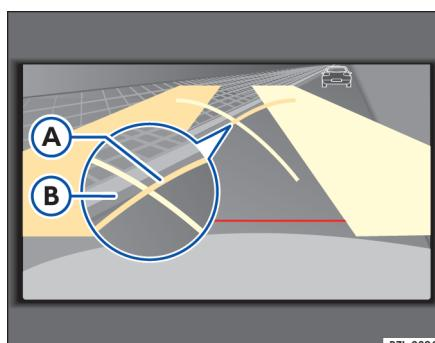

图 135 定向线①到达路边沿②- 方向盘向反方向打到底
- 向后倒车，直至黄线⇒图 135①与停车区域边沿②相切。
- 继续倒车，直至本车平行于停车区域边沿。倒车时请注意汽车周围区域⇒①。
黄色线④和⑤	静态显示：在泊车过程中，屏幕显示的曲线标识的是转向点⇒图 135。如果曲线即将接触路沿或停车区域的边界时，请将方向盘向反方向打到底。